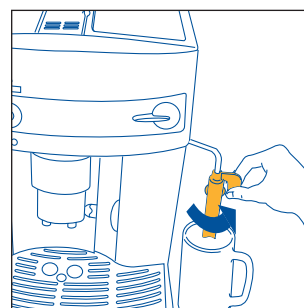
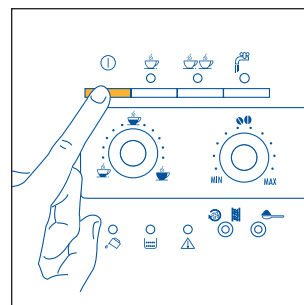
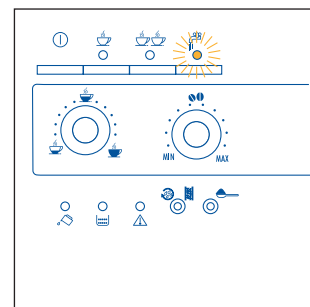

Abb. 3
Abb. 4
Abb.22
2. Den Milchaufschäumer nach außen drehen, eine Tasse darunter stellen (Abb. 3), und durch Drücken der Taste ① (Abb. 4) die Maschine einschalten.
- Den Milchaufschäumer zur Außenseite der Maschine hin drehen (Abb. 3).
- Ein leeres Gefäß unter den Milchaufschäumer stellen (Abb. 3). Den Dampfdruckknopf um eine halbe Umdrehung nach links bis zum Anschlag drehen (die Kontrollanzeige  blinkt auf, Abb. 22). Lassen Sie nun einige Sekunden lang das Wasser zusammen mit dem Dampf herauslaufen, bis nur noch Dampf austritt.